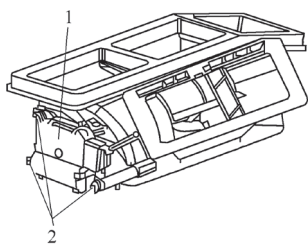

图 5-38 撬出间接通风翻板伺服电动机 V213
4) 如图 5-38 所示, 旋出螺栓 2。从间接通风翻板中间件的连接轴上小心地撬出间接通风翻板伺服电动机 V213。